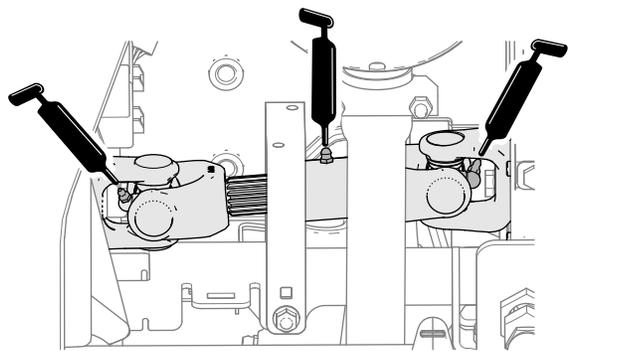

図 106
- ポンプ駆動シャフトのUジョイント3ヶ所 **図 106**